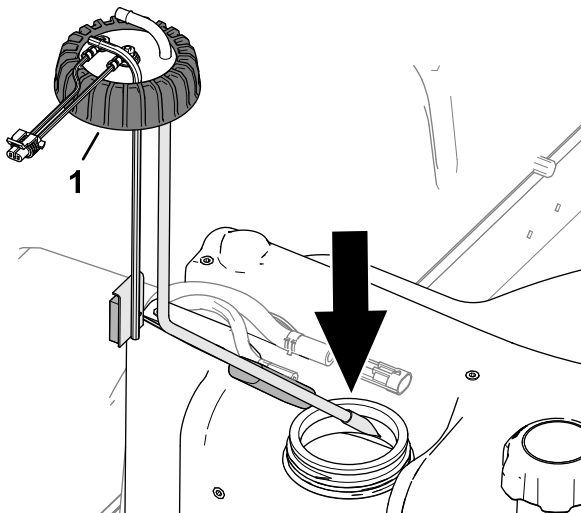

Figure 93
2. Installez avec soin le tube d'aspiration et le flotteur dans le réservoir de carburant (Figure 93).